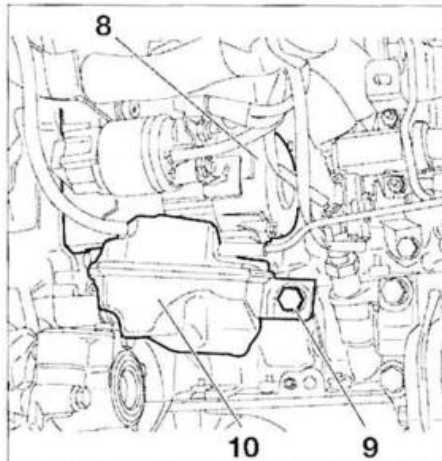
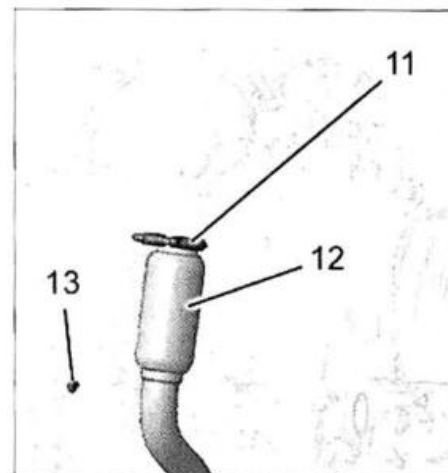
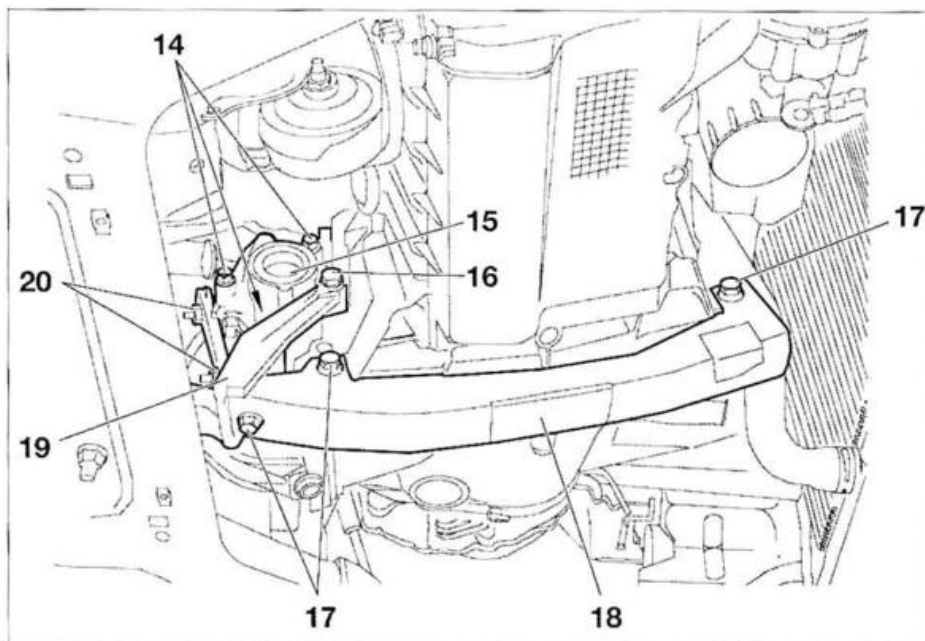

FIG. 3
FIG. 4
FIG. 5
- Desmontar (fig. 3):
- el motor de arranque (8)
- el tornillo (9) (según la motorización)
- Desplazar la reserva de vacío (10).
- Desmontar (fig. 4):
- la abrazadera de escape (11)
- el tubo de escape (12)
- el tornillo (13)
- Desmontar (fig. 5):
- los 3 tornillos (17)
- el impactador (18)
- el tornillo (16)
- las 2 tuercas (20)
- el impactador trasero (19)
- los 3 tornillos (14)
- la caja taquimétrica (15)